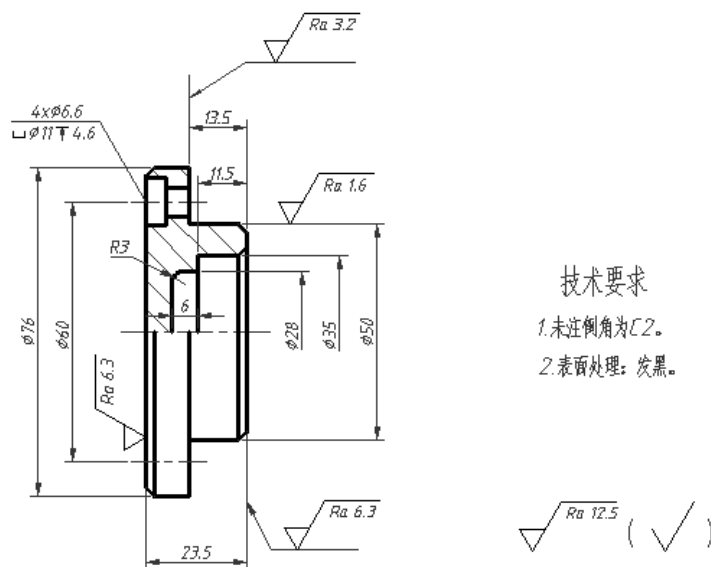

图 15-156 绘制零件图练习
- (1) 在绘制与圆弧或圆均相切的直线时，应该如何指定相应的切点？
- (2) 如果要频繁修改平面图中的图形形状尺寸，那么最佳的设计方法是不是使用参数化功能？使用参数化功能的一般思路是怎样的？
- (3) 在绘制工程零件时，哪些标注项目可以使用属性块的方式？
- (4) 上机练习：绘制图 15-156 所示的图形，并在新文件中创建其三维模型。